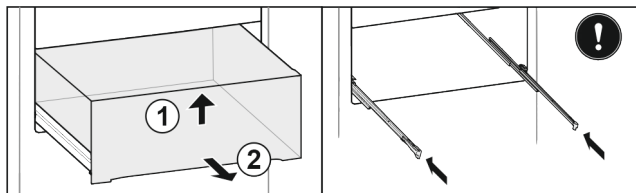

Fig. 27*
- ▶ Zásuvku nadzvedněte vpředu Fig. 27 (1).*
- ▶ Odeberte směrem dopředu Fig. 27 (2).*